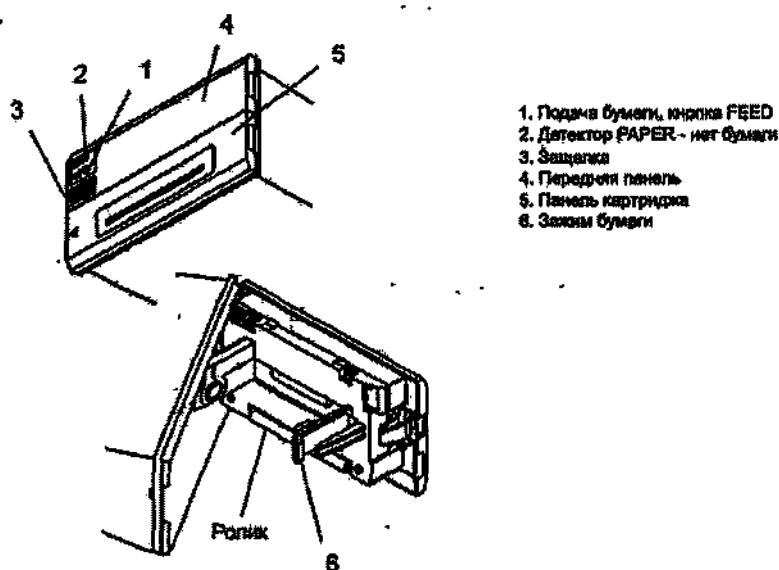
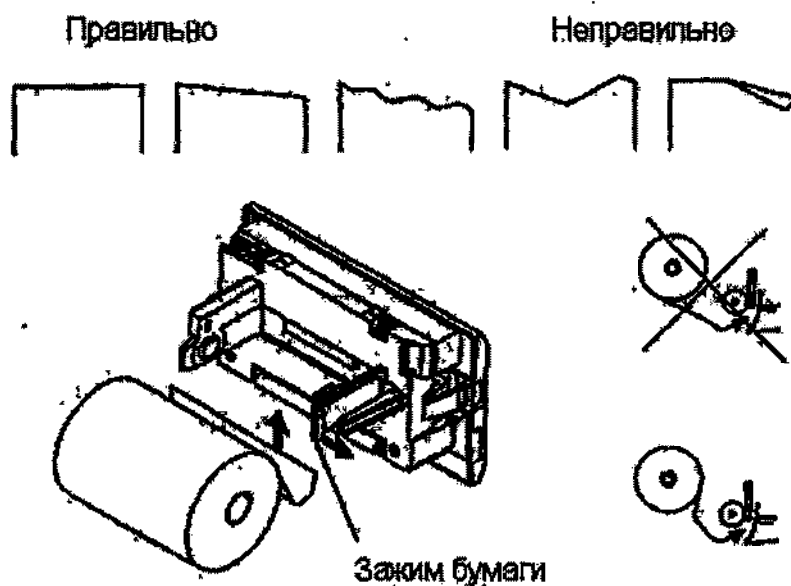

Рис. 34 Вид «Устройство принтера»
Рис. 37 Вид «Заправка бумаги»
Принтер матричный (рис. 34) характеризуется простотой пользования и высокой надежностью эксплуатации.
1. Чтобы открыть панель, нажмите защелку 3 (рис. 34), находящейся с левой стороны, и потяните ее на себя. Панель повернется на 180°.
При нажатии кнопки FEED (см. рис. 34) один раз, бумага подается на одну линию. При удержании кнопки на длительное время, происходит продолжительная подача бумаги. Используйте только кнопку FEED. Подача бумаги возможна только тогда, когда принтер не печатает.
4. Потяните в сторону зажим 6 (Рис. 34) по направлению, указанному стрелкой на рис. 37, вставьте рулон, разместив его основание на держателе;
Когда бумага заканчивается, загорается индикатор PAPER (рис. 34). Печатание прекращается. Возобновить процесс можно только после замены рулона.